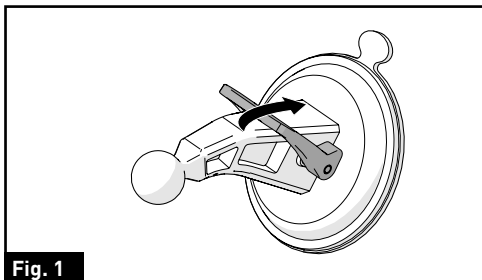

Fig. 1
3. Coloque con cuidado la ventosa en el parabrisas y gire el brazo de bloqueo hacia abajo para fijar de forma segura. (Fig. 1)